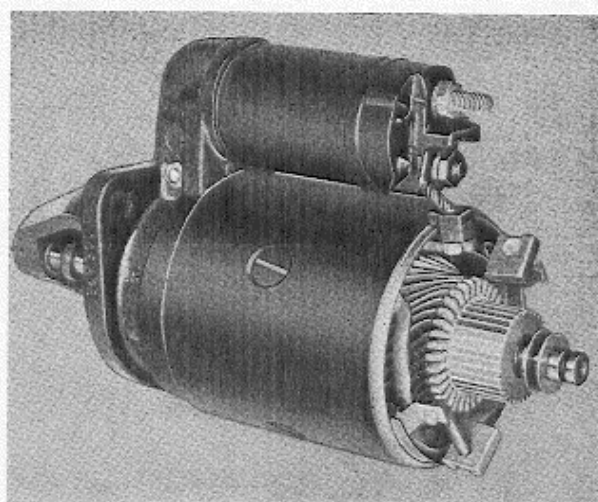

Abb. 80 Anlasser mit ausgebauter Bürstenhalterplatte
ZUR BEACHTUNG! Auf die Scheiben achten, siehe Abb. 80.
8. Scheiben gem. Abb. 80 auf der Ankerwelle einbauen.